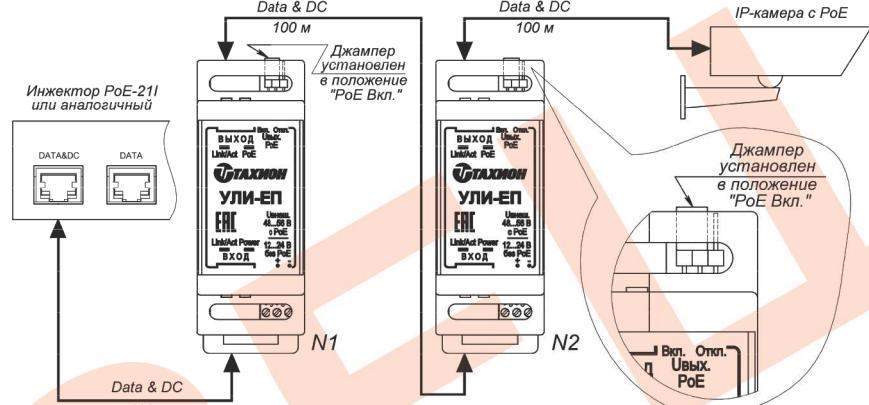

Рис.3 Пример удлинения сегмента сети Ethernet с питанием PoE при работе УЛИ-ЕП в режиме удлинителя.
1. Соедините 4-х парным кабелем UTP категории не хуже 5е разъем RJ45 «Выход» удлинителя УЛИ-ЕП с разъемом «PoE» питаемого устройства или с разъемом RJ45 «Вход» последующего УЛИ-ЕП в цепочке удлинителей (см. рис.3).
6. Возможно увеличение расстояния линии связи для передачи данных по сети Ethernet и питания по технологии PoE до 300 или 400 метров при подключении 2 или 3 изделий, соответственно (см. рис.3).